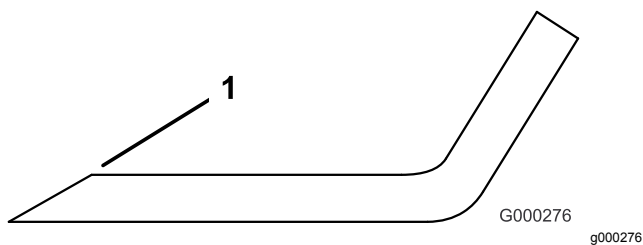

Bild 133
- Schärfen Sie alle stumpfen und ausgekerbten Schnittkanten (Bild 133).